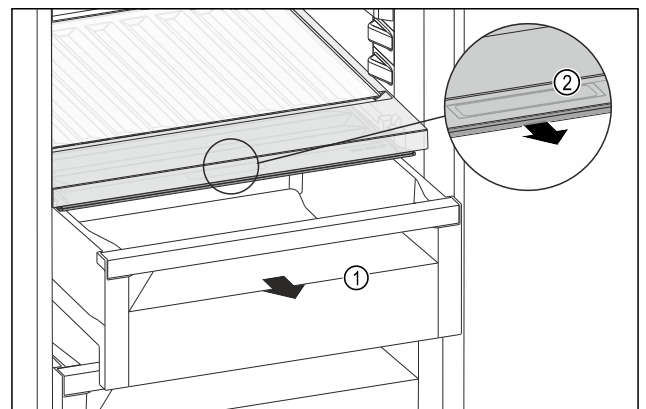

Fig. 149
- Estrarre il cassetto Fig. 149 (1).
- Afferrare la maniglia incassata Fig. 149 (2) sul coperchio dello scomparto e tirare allo stesso tempo in avanti il coperchio dello scomparto.